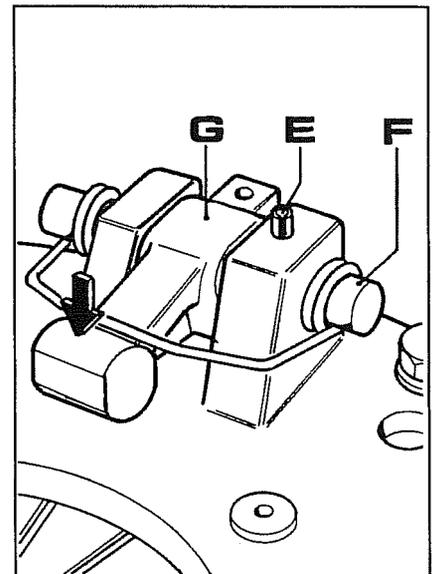
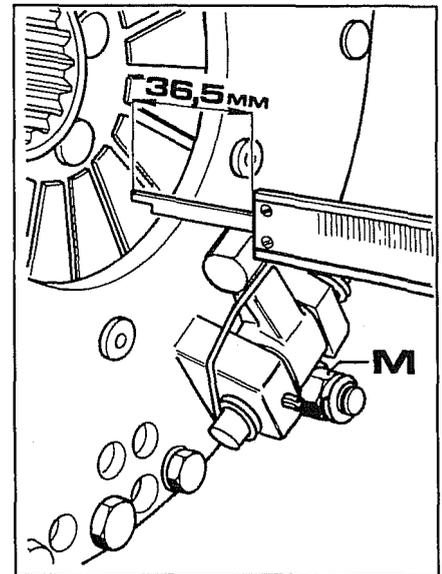

Abb. 23
Abb. 25
- c. Sicherstellen, daß die Köpfe (in der Abbildung durch einen Pfeil gekennzeichnet) der Hebel **G** Abb. 23 nicht zu stark verschlissen sind.
- Den Stift **F** herausziehen, dann den Hebel ersetzen und die Feder so anordnen, wie in der Abb. 23 gezeigt ist.
- Zum Einstellen der Hebel **G** Abb. 23, die das Ausrücken der Zapfwellenkupplung bewirken, sind die Muttern **M** Abb. 25 zu benutzen, bis man von der Spitze der Hebel bis zur Federebene ein Maß von **36,5 mm** erhält, so wie es in der Abbildung gezeigt ist.